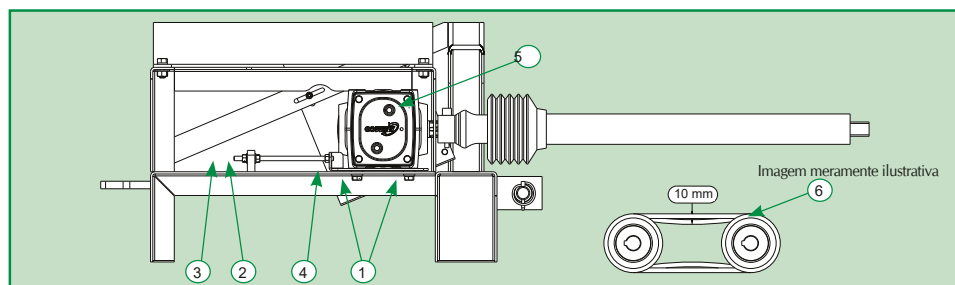

Figura 6
- ✓ As máquinas TRAPP, já saem de fábrica com a folga das correias ajustadas para um trabalho seguro e eficaz, mas devido ao tempo de uso do equipamento, essa folga pode aumentar devido às correias sofrerem um alongamento pelos trabalhos realizados. Quando vier a aumentar essa folga, devemos ajustá-las para continuar garantindo um bom desempenho do equipamento e garantir a segurança do operador. A folga ideal das correias (6) é de 10 mm, conforme detalhe da imagem acima.
- ✓ Para ajustar essa folga das correias basta seguir os passos abaixo e seguir a Figura 6:
2. Após retirar a proteção das correias, solte os parafusos (1) que fixam a caixa de transmissão (5) somente para manter a caixa um pouco solta e poder movimentá-la pra frente ou pra trás;
3. Soltando a porca (3) e apertando a porca (2), você estará esticando as correias, tirando a folga excessiva das correias, e soltando a porca (2) e apertando a porca (3) você estará aumentando a folga das correias;